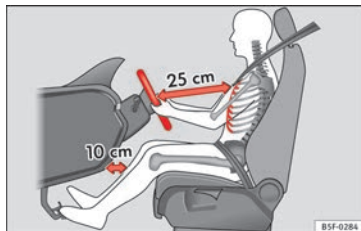

Fig. 82 Distance correcte entre le conducteur et le volant.
- Réglez le volant de sorte que la distance entre celui-ci et votre cage thoracique soit d'au moins 25 cm »» **fig. 82.**
- Réglez le siège du conducteur de manière à laisser une distance minimale de 25 cm entre votre cage thoracique et le centre du volant » fig. 82. Si la distance est inférieure à 25 cm, le système d'airbags ne peut pas vous protéger correctement.